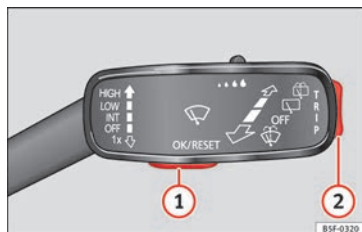
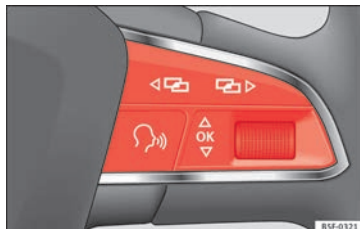

Fig. 35 Manípulo do limpador para-brisas: botões de controle.
Fig. 36 Lado direito do volante multifunções: botões de controle.
Aciona-se o sistema de informações ao condutor com os botões do volante multifunções » **Fig. 36** ou com o manípulo do limpador para-brisas » **Fig. 35** (se o veículo não estiver equipado com volante multifunções).
- No caso de ser apresentada uma mensagem ou o pictograma do veículo, pressione o botão » **Fig. 35 ①** do manípulo do limpador para-brisas ou o botão **OK** do volante multifunções » **Fig. 36**.
- *Controlo através do manípulo do limpador para-brisas:* para visualizar o menu principal » **Página 25** ou para voltar ao menu principal a partir de outro menu mantenha pressionado o botão basculante » **Fig. 35 ②**.
passar por cada ponto do menu principal, pressione o botão **◀** ou **▶** várias vezes » **Fig. 36**.
- Pressione o botão basculante » **Fig. 35 ②** do manípulo do limpador para-brisas para cima ou para baixo, ou gire a roda do volante multifunções » **Fig. 36** até ficar marcada a opção do menu desejada.
- Para consultar a opção do submenu, pressione o botão » **Fig. 35 ①** do manípulo do limpador para-brisas ou o botão **OK** do volante multifunções » **Fig. 36**.
- Marque ou confirme a seleção com o botão » **Fig. 35 ①** do manípulo do limpador para-brisas ou o botão **OK** do volante multifunções » **Fig. 36**.
- Em veículos sem volante multifunção: pressione o botão basculante do manípulo do limpa para-brisas Fig. 35.
- Em veículos com volante multifunção: girar a roda Fig. 36.